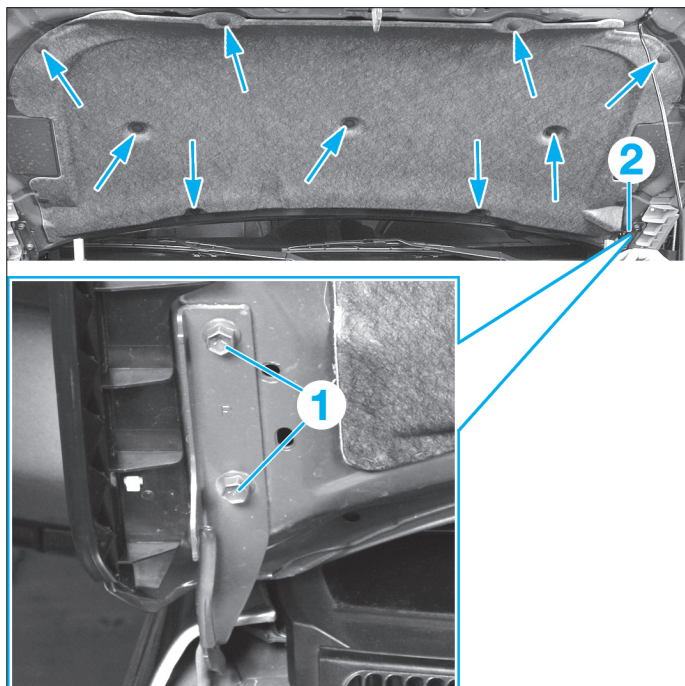

FIG. 11
- Débrancher la durit de lave glace (2) (Fig. 11).
- Déposer les quatre vis (1) de fixation puis déposer le capot.